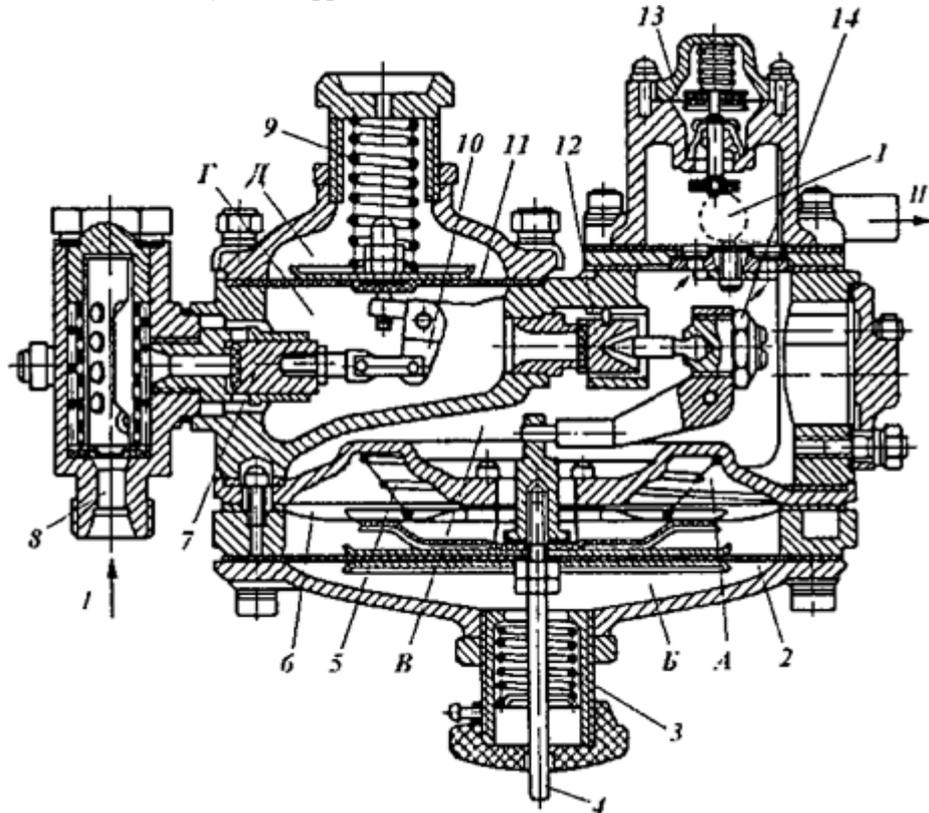

Рис. 1.4. Двухступенчатый газовый редуктор низкого давления
41. РАБОТА РЕДУКТОРА (РИС. 1.4):